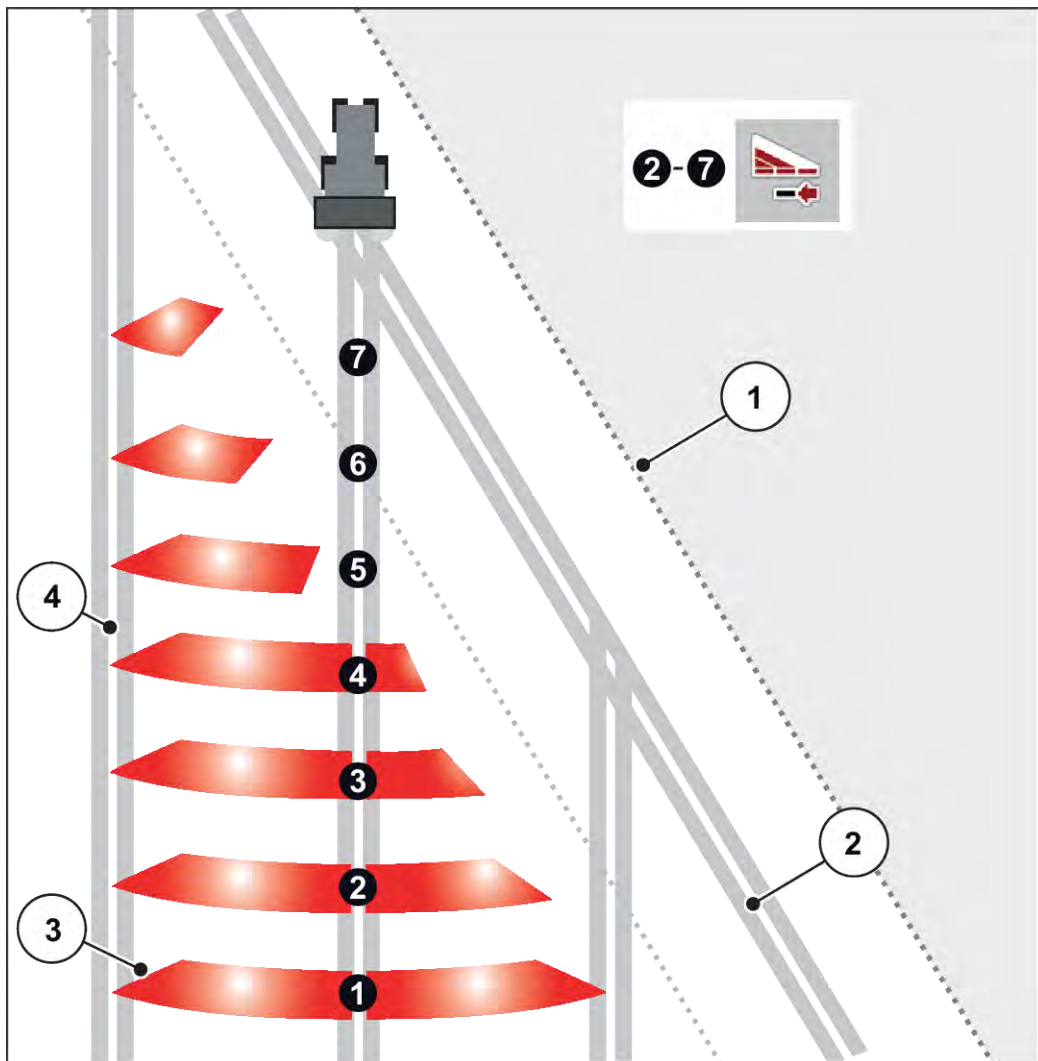

図 42: セクションの自動切り替え
- セクションの切り替えは外部から内部へ、または内部から外部へ行うことができます。参照: 図 42 セクションの自動切り替え。